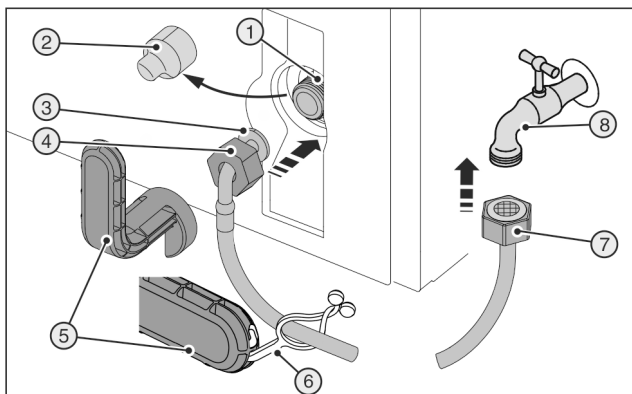
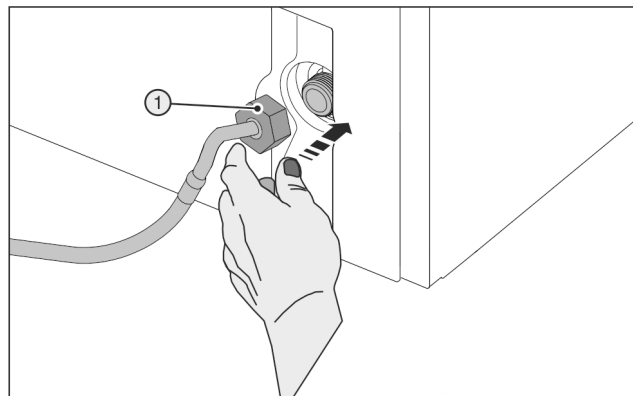

Fig. 45
Fig. 46
Unealtă auxiliară Fig. 45 (5) ruptă !
- ▶ Utilizați unealta auxiliară Fig. 45 (5) numai la temperatura încăperii.
- ▶ Îndepărtați capacul Fig. 45 (2).
- ▶ Montare simplificată: Așezați capătul drept al furtunului Fig. 45 (7) spre stânga pe podea.
- ▶ Împingeți piulița Fig. 45 (4) până la capăt peste capătul cotit al furtunului Fig. 45 (3) și țineți-o ferm.
- ▶ Aplicați piulița Fig. 46 (1) cu atenție și înșurubați-o drept pe filet cu două degete, până la obținerea unei poziții stabile.
- ▶ Strângeți piulița Fig. 46 (1) în sens orar cu unealta auxiliară Fig. 45 (5), până când se atinge cuplul maxim și unealta auxiliară Fig. 45 (5) se rotește în gol.
- ▶ Înșurubați piulița Fig. 45 (7) pe robinetul de închidere Fig. 45 (8).
- ▶ Strângeți piulița Fig. 45 (7) în sens orar cu unealta auxiliară Fig. 45 (5), până când se atinge cuplul maxim și unealta auxiliară Fig. 45 (5) se rotește în gol.
- ▶ Deschideți robinetul de închidere Fig. 45 (8) a alimentării cu apă și verificați etanșeitarea întregului sistem de alimentare cu apă.
- ▶ Agățați eclisa Fig. 45 (6) înunealta auxiliară Fig. 45 (5) și fixați-o la furtunul din oțel inoxidabil pentru păstrare.